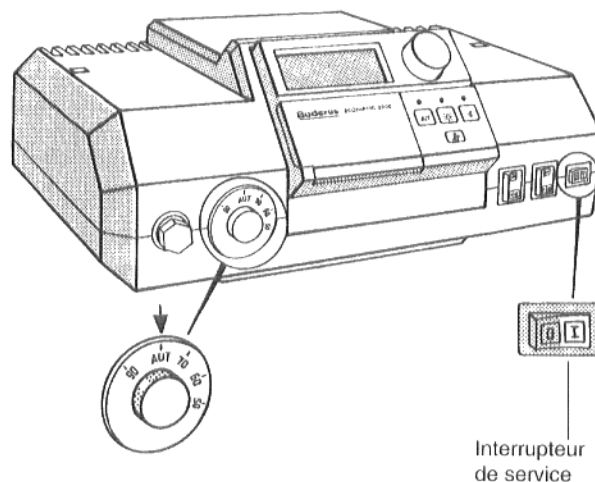

Fig. 8
- Mettre l'interrupteur de service (fig. 8) en position 0.